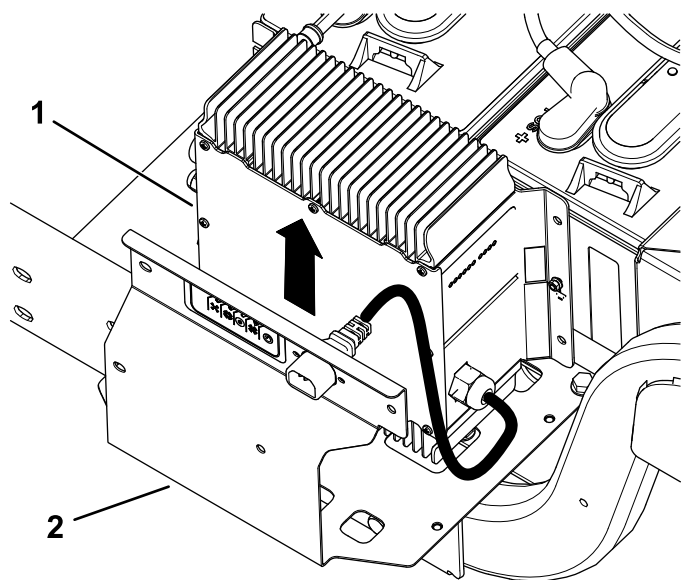

Рисунок 5
2. Снимите зарядное устройство и его кабель с кронштейна зарядного устройства (Рисунок 5).